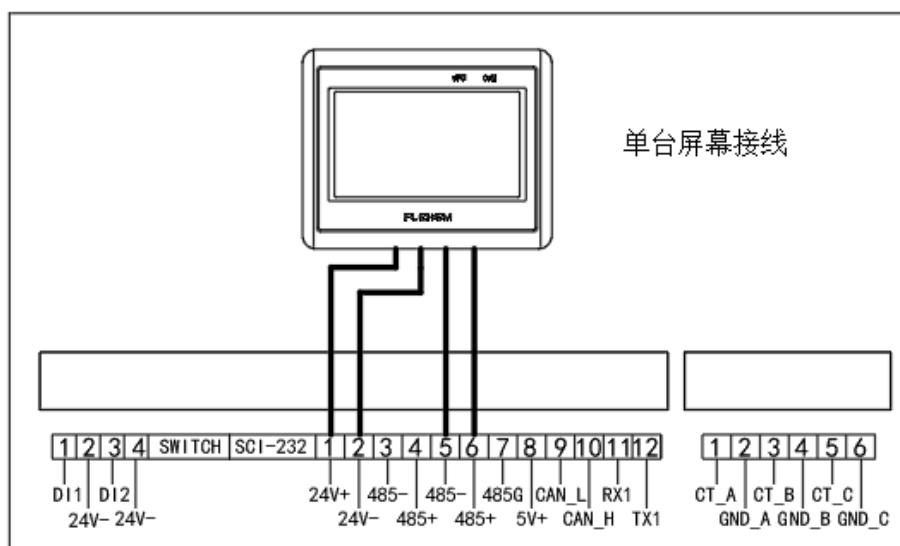
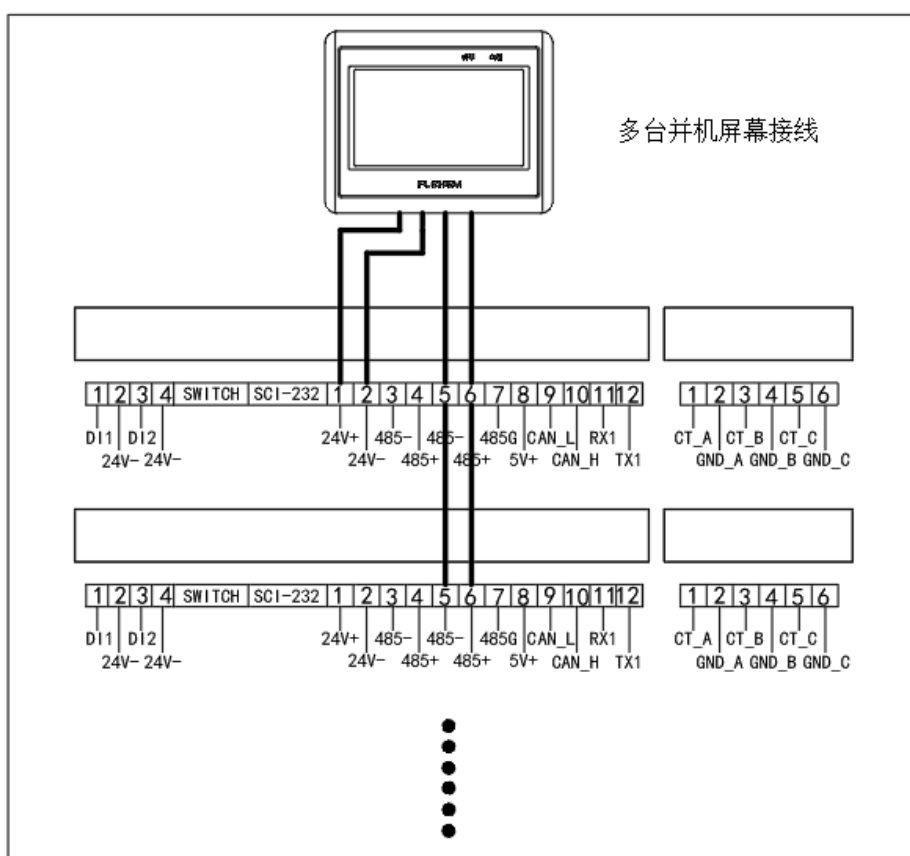

图9 单模块屏幕接线
图10 多模块并机屏幕接线
- (7) 单机模块屏幕接线如下图 9 所示；多模块并机时，屏幕接线选用其中一台的 24V+与 24V-，连接显示屏电源接口的正负；其它所有并机设备的 485+、485-并联接入显示屏的对应接口，如图 10 所示